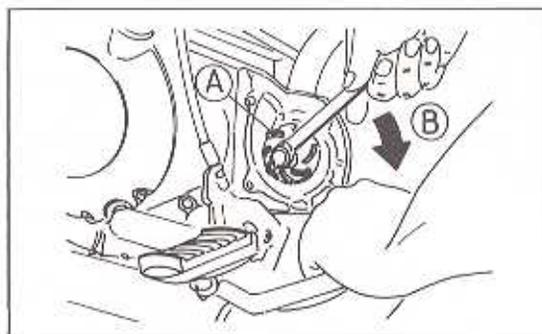

Bild 77
- Den Druckprüfer anstelle des Verschlusses anbringen und mit der Pumpe des Druckprüfers einen Druck von 1,05 bar aufbauen (Bild 77).